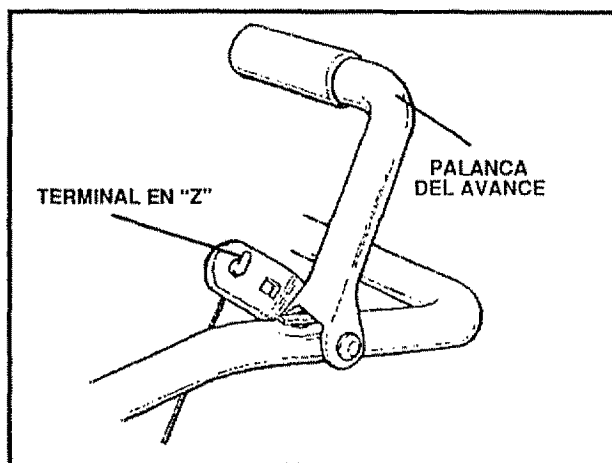

FIG. 3
**NOTA:** Si los cables de las palancas del embrague están desconectados, instáloselos de nuevo como lo ilustran las Figs. 3 y 3A.